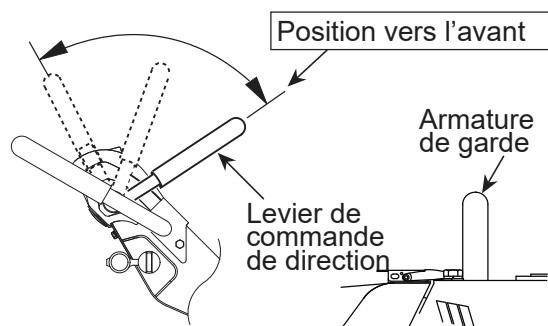

Figure 31. Levier de commande de direction (Position « Avancer »)
7. Placer le levier à la position « Avancer » la plus extrême et fixer l'armature de garde avec une corde afin de l'immobiliser. (figure 31).